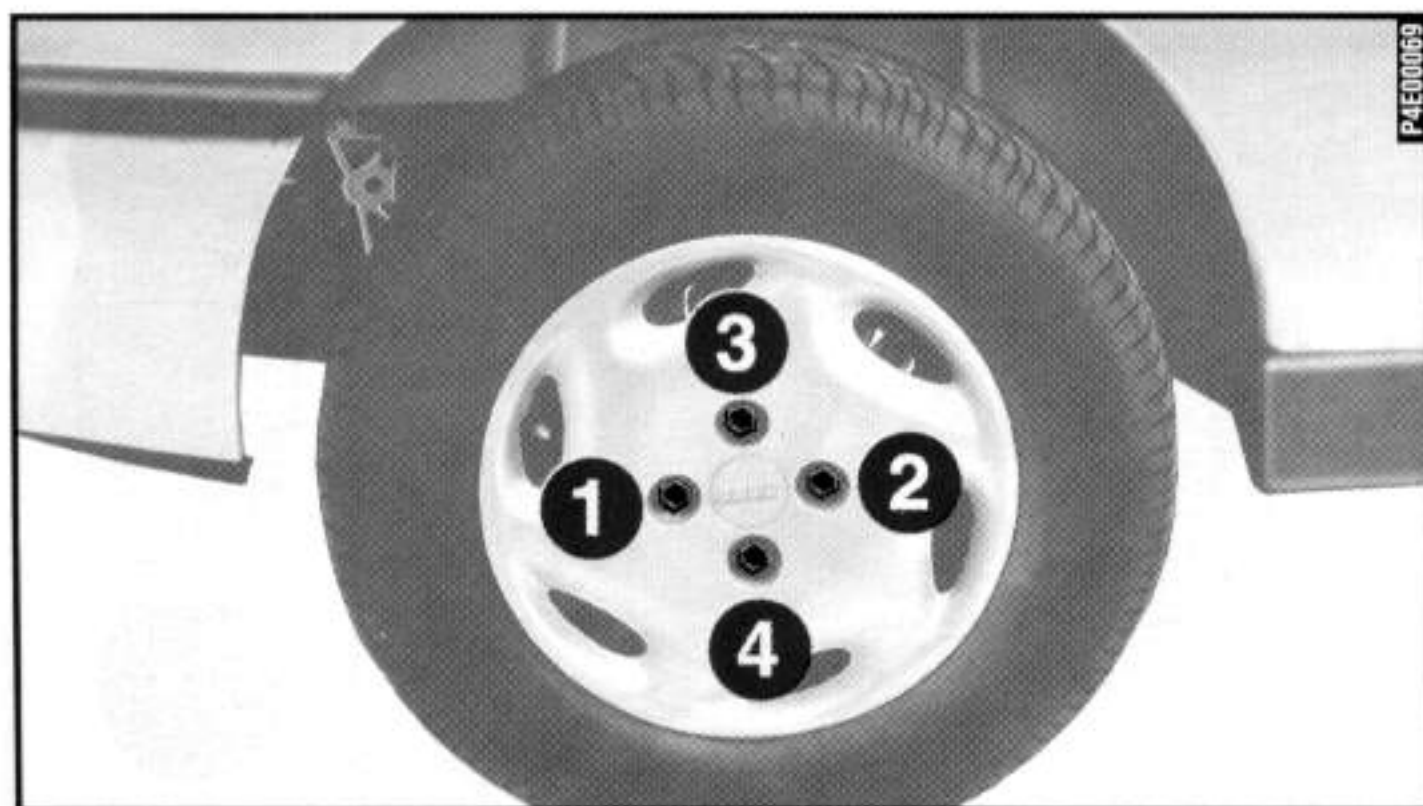

fig. 9
**13)** Apertar bem os parafusos, passando alternadamente de um parafuso ao outro diametralmente oposto, de acordo com a ordem ilustrada na **fig. 9**.